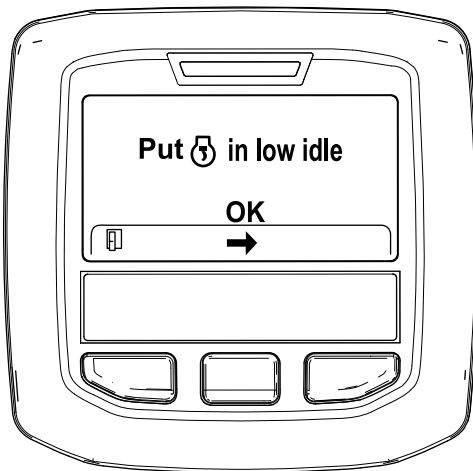

Figura 46
6. Mova o controlo da aceleração para RALENTI BAIXO e prima o botão central (**Figura 46**).